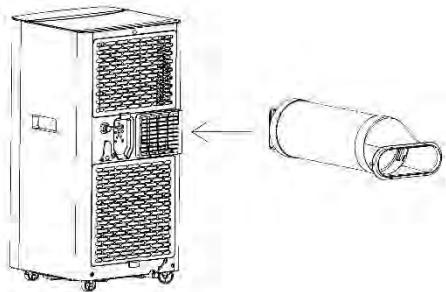

Рис. 2
1. Установка вытяжного шланга (см. рис. 2)
- 2) Вставьте соединительный элемент вытяжного шланга (конец патрубка) в вентиляционное отверстие на задней части корпуса прибора как показано на рис. 2.